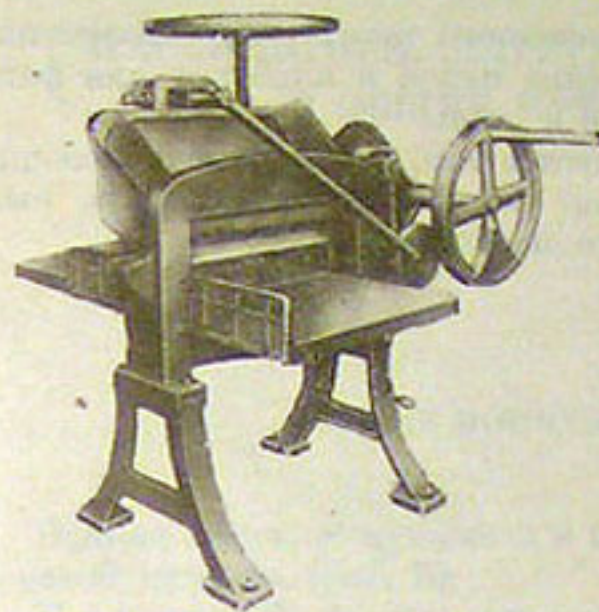

Рис. 2. Бумагорезальная машина
- 2) обрезку книг (бумагорезальная машина, рис. 2);